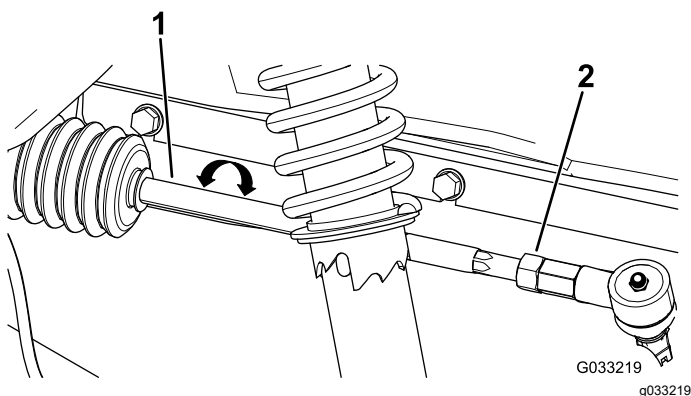

Figure 49
2. Si la mesure n'est pas comprise entre 0 et 6 mm (0 et ¼ po), desserrez les écrous de blocage aux extrémités extérieures des biellettes (**Figure 49**).